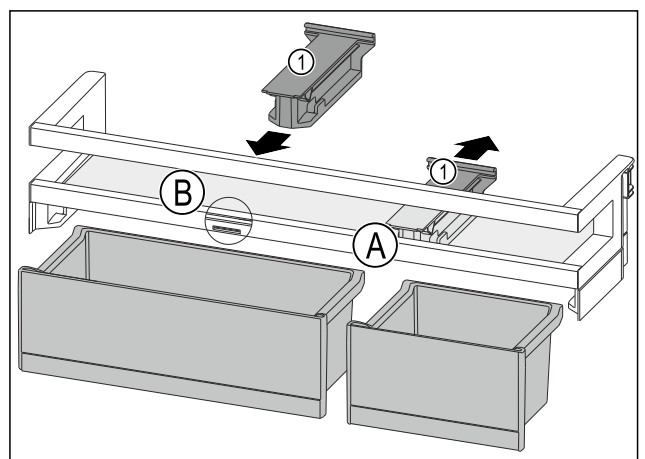

Fig. 157
- ▶ Halteteil Fig. 157 (1) in Position Fig. 157 (A) nach hinten abziehen.
- ▶ Halteteil Fig. 157 (1) in Position Fig. 157 (B) einsetzen.